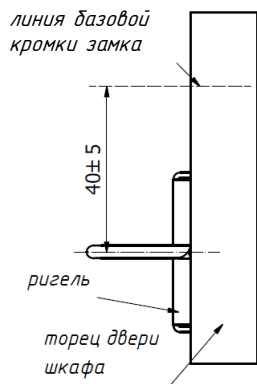

Рис.4 Монтаж ригеля
- Установить защёлку на стенку (см. рис.4).
- Закрепите ригель на дверцу на расстоянии 40 ± 5 мм от базовой кромки замка (см. рис.4).